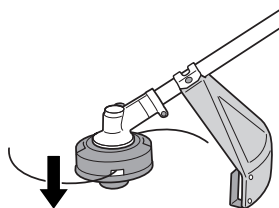

Fig. 10
- Pressez la broche d'arrêt (15) du boîtier d'engrenages afin de verrouiller le porte-lame.
- Réglez le moteur sur la vitesse la plus faible possible et tapotez la tête de coupe contre le sol. Le fil nylon avancera d'environ 1-3/16" (3 cm) pour chaque coup donné. (Fig. 10)